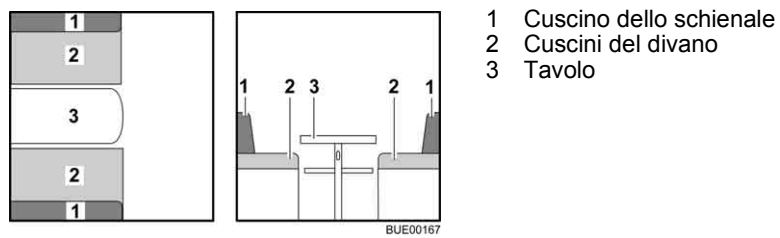

Fig. 86 Prima della trasformazione
- Trasformare il tavolo (Fig. 86,3) in struttura di supporto letto (vedi paragrafo 6.11).